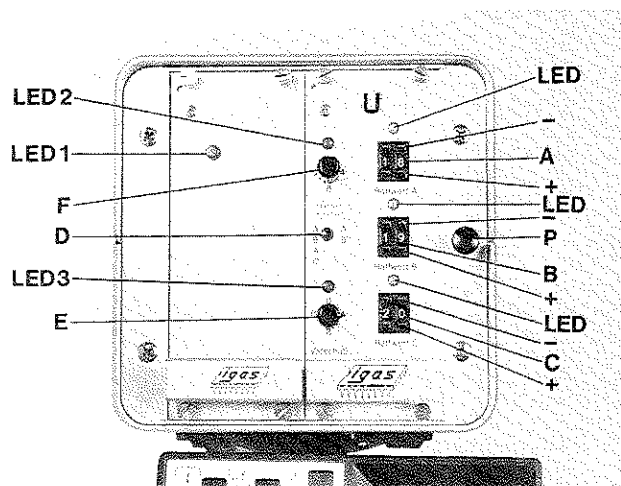

Fig.15
- 4.4 Stellen Sie bei Bedarf den Drehschalter (E, Fig. 15) vor oder zurück um die unter den Drückerfuß zu transportierende richtige Bandlänge zu erhalten.
Tape tension set under (A, Fig. 15) is on.
3. If required, select with push button (P, Fig. 15) the tape tension set under (B and C, Fig. 15).
Die unter (A, Fig. 15) eingestellte Bandspannung ist eingeschaltet.
3. Wählen Sie bei Bedarf mit dem Druckknopfschalter (P, Fig. 15) die unter (B oder C, Fig. 15) eingestellte Bandspannung an.